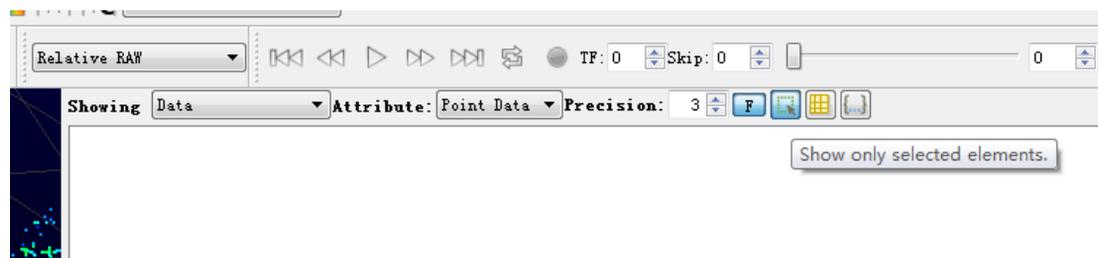

图 A-18 RSVIEW show only elements 工具
7. 点击 Spreadsheet 中的 **Show only selected elements**，可以得到所选择点对应的数据，当然如果没有选择，表格将为空(图 A-18)。